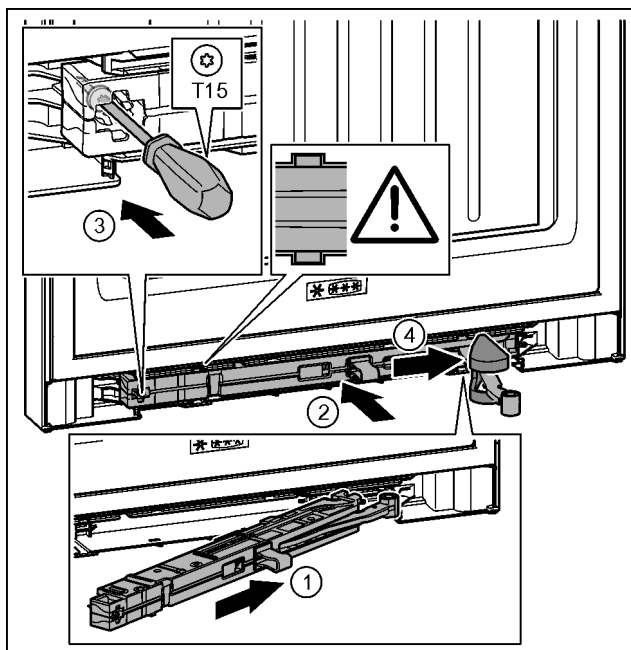

Fig. 45
- ▶ Enoto blažilnikov za zapiranje vrat na strani ležajnega podstavka potisnite v odprtino do prislona. *Fig. 45 (1)*
- ▶ Enoto blažilnikov za zapiranje vrat popolnoma potisnite v odprtino. *Fig. 45 (2)*
- ▶ Trdno privijte vijak z izvijačem T15. *Fig. 45 (3)*
- ▶ Pokrov potisnite preko zgibnega dela. *Fig. 45 (4)*